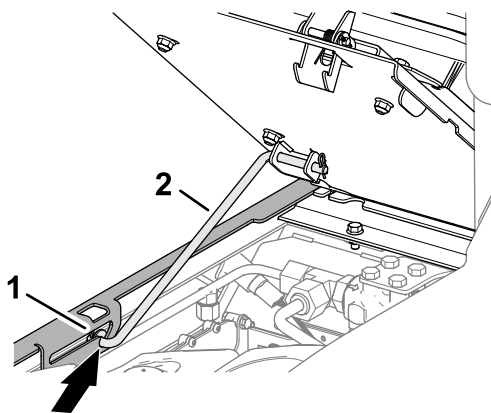

Figura 101
3. Asigurați-vă că tija de susținere este așezată în elementul de reținere cu fantă al plăcii de ghidare a tijei (Figura 101).